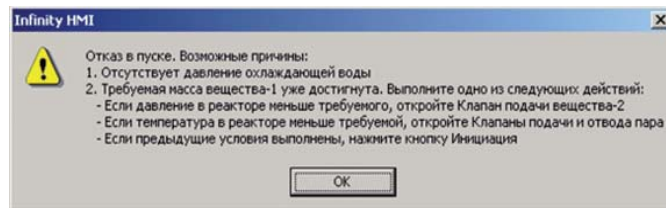

Рис. 8. Отказ в пуске.
- Кнопка «Пуск» предназначена для запуска подачи вещества 1 и вещества 2 и последующего разогрева реактора. В случае если не выполнено одно из условий успешного запуска, при нажатии на кнопку «Пуск» запуск производиться не будет, а будет выдано сообщение с перечнем возможных причин отказа запуска, а также перечнем рекомендуемых действий (рис. 8).